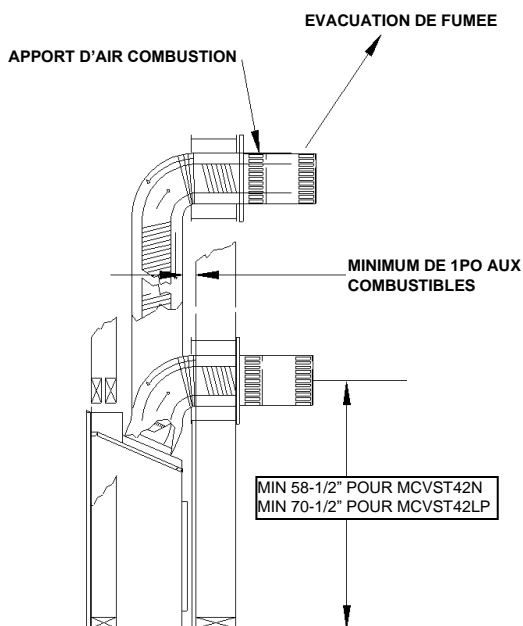

Figure 1
Placez les ressorts d'espacement environ tout les 2pi pour stabiliser le conduit flexible de 5po à l'intérieur du conduit flexible de 8po. Pour les courbes, placez les ressorts dans la courbe ou avant et après. (Voir fig.1) Les conduits horizontaux nécessitent des courroies de soutien en métal tout les 2pi. Dans les installations déviées, des courroies de soutien devraient être utilisées pour stabiliser le tuyau.
Étirez les tuyaux de 5po et 8po pour que le tuyau de 8po dépasse du mur extérieur d'environ 2po ou 3po et le tuyau de 5po sorte de celui de 8po d'environ 2po à 3po. (voir fig.1) Attachez le tuyau de 5po à l'évent de sortie en premier et fixez-le à l'aide de scellant et de vis puis attachez le conduit flexible à l'évent et fixez le à l'aide calfeutrage et de vis. L'évent peut ensuite être repoussé vers le mur extérieur et attaché à la maison en le vissant à la charpente. Mettez de la silicone autour de l'évent de sortie pour le rendre étanche. Si vous allez utiliser un écran de revêtement, fixez le en utilisant les mêmes trous que pour le dessus de l'évent, après que celui-ci ait été étanchéifié avec du calfeutrant.
4. Pour installer le manchon centrez-le à l'intérieur de l'ouverture de 12po x 12po de la charpente et fixez-le. Passez le conduit dans le manchon mural. (Voir fig.1)